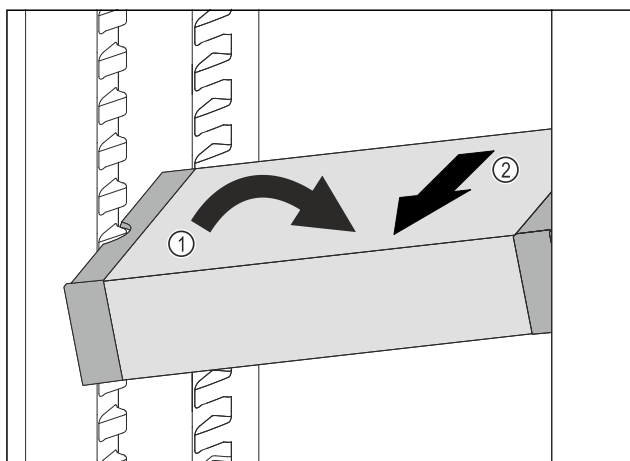

Fig. 183
- Ukosite ladicu VarioSafe u hladnjaku. Fig. 183 (1)
- Izvadite ladicu VarioSafe prema naprijed. Fig. 183 (2)